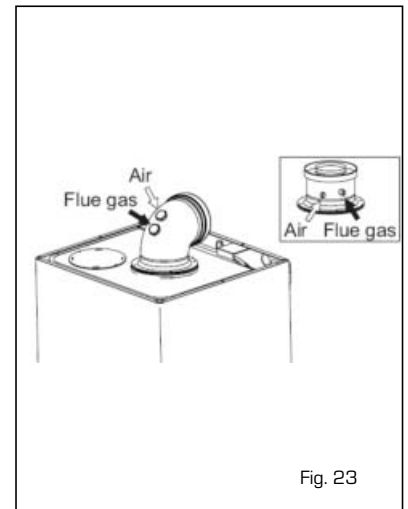

Fig. 23
4.8.1 Combustion Check (fig. 23)
in 4.2.2 and 4.3 (fig. 23).